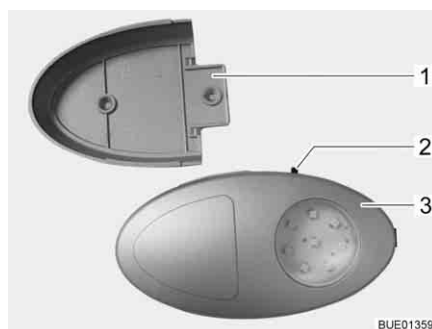

Fig. 64 Luz do roupeiro
- ▷ A luz do roupeiro pode ser retirada do suporte de atarraxar (Fig. 64,1) e usada como lanterna de mão.
O interruptor de ligar/desligar (Fig. 64,2) está instalado diretamente na luz do roupeiro (Fig. 64,3).